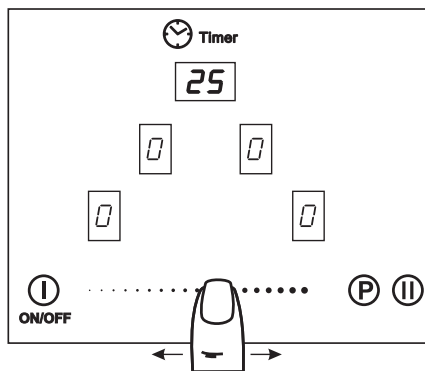

Рис.20
3. Перемещая палец по зоне ^④ задать время работы конфорки от 0 до 99 минут (рис. 20).